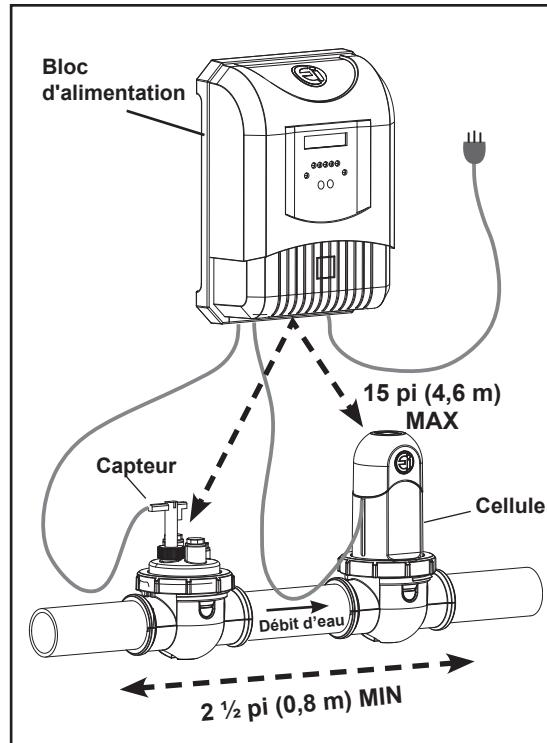

Figure 3. Exigences d'installation
Il est requis d'installer le capteur de débit dans le même tuyau que celui de la cellule électrolytique, sans qu'il y ait de soupapes ou d'inverseurs entre eux (Voir Figure 3).
Le capteur de débit doit être installé tel qu'il illustré à la Figure 3.
- La cellule doit être installée sur un conduit < 2 ½ pi. (0.8 m) après les réchauffeurs, les pompes et les filtres, comme la dernière pièce d'équipement du système de tuyauterie de circulation juste avant la piscine (Voir Figure 3).
- La cellule et le capteur doivent être installés à au plus 15 pi. (4.6 m) du bloc d'alimentation (Voir Figure 3).